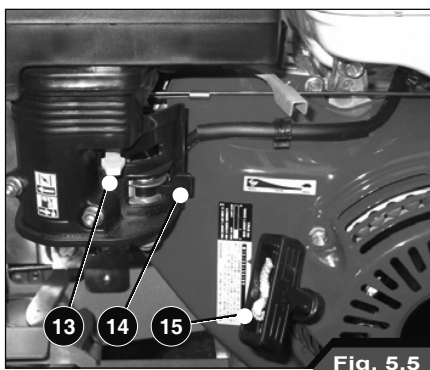

Fig. 5.5
- Predisponer la trituradora de barras para el encendido actuando sobre la palanca Starter (13) para motores a gasolina. La palanca flujo carburante ON/OFF (14) debe permitir el pasaje del combustible (Fig. 5.5). Consultar el libretto de uso y mantenimiento del motor.